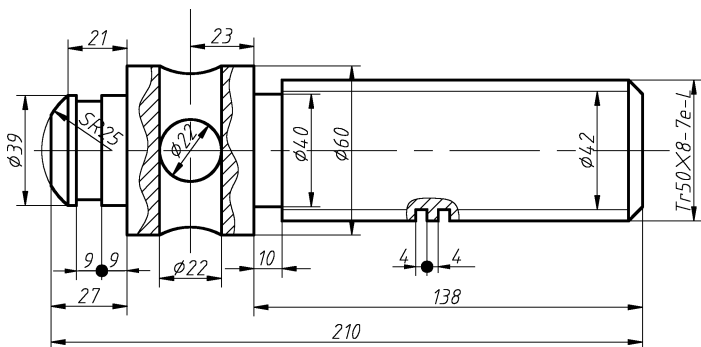

图 11-17 螺杆的尺寸标注示例
2) 标注圆和圆弧。“SR25”尺寸是先用“半径”样式标注的，然后在编辑时，双击该文字，可以补充尺寸文字“S”符号。同样，还有 5 个直径尺寸“39”“40”“42”“50”“60”是用“直线”样式标注的，先使用“线性”命令直接标注，之后可双击文字进行修改补充直径  $\phi$  符号和“Tr50  $\times$  8 - 7e - L”。或者在系统提示选项时，可以选择“多行文字”进行文字编辑，结果如图 11-17 所示。